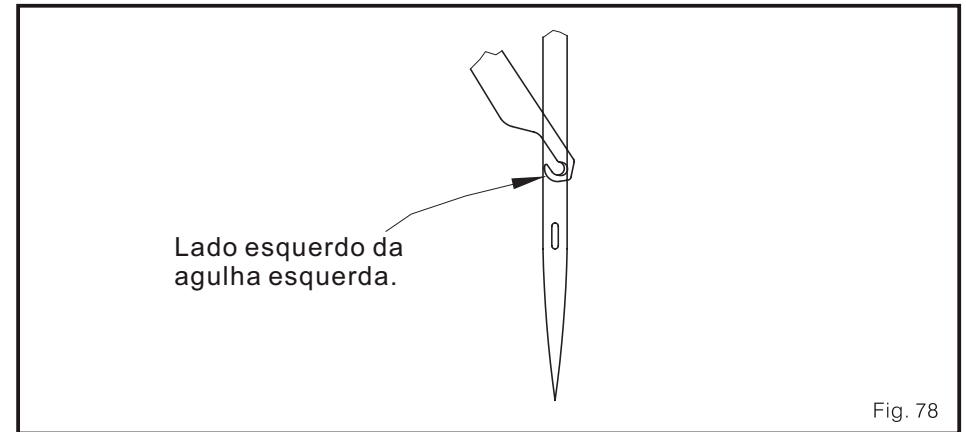

Fig. 78
1. Quando a cobertura do coberto da faca móvel de fios A isto no ponto mais abaixo, isto deve ser a 5,2 mm - 5.3 mm da superfície da lâmina agulha. (Fig. 78)
2. Quando a faca móvel A isto no ponto mais abaixo, a parte esquerda da gorjeta da faca estará no lado esquerdo da agulha esquerda (Fig. 78).